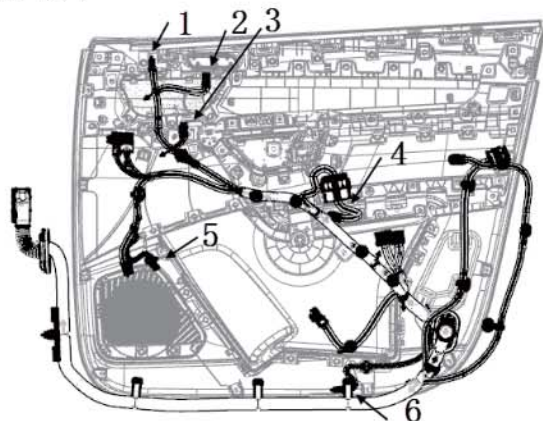

图8-1-5 线束分支接插件拆卸示意图
(5) 如图 8-1-5，分别按住图示 1-6 电器接插件上的卡脚，同时用力向外侧把接插件拔下；图示